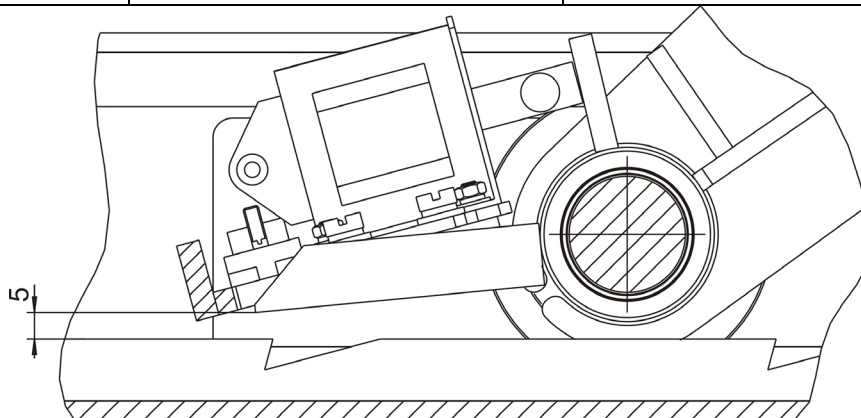

Рисунок 8.1 - Настройка соленоида
2. Защелка запора не работает.	2. Отрегулировать положение соленоида. Вычистите контактирующие поверхности (рисунок 8.1)